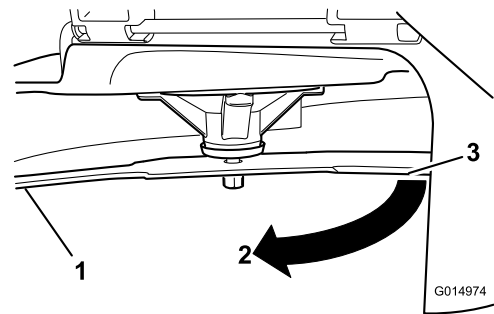

Figura 85
3. Distancia medida entre la cuchilla y la superficie (A)
4. Gire la misma cuchilla 180 grados de manera que el otro extremo esté en la misma posición (**Figura 85**).